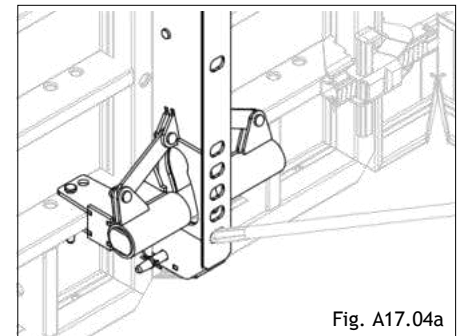

Fig. A17.04a
4. Поставете елемента в кофрираща позиция с помощта на арматурен прът. Арматурният прът се натиска надолу. (Fig. A17.04a, A17.04b)